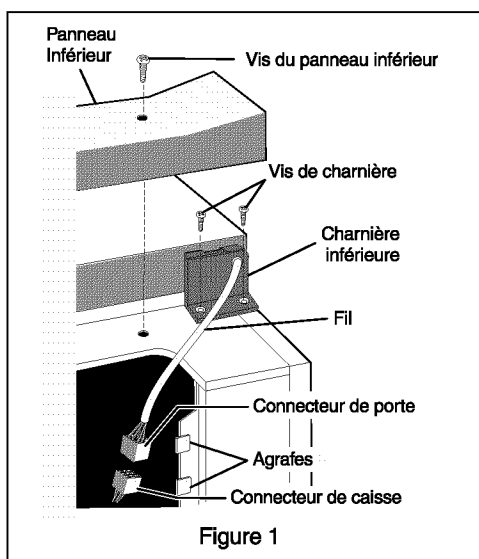

Figure 1
2. Enlever les deux vis du panneau inférieur et le panneau lui-même. Retirer le fil métallique des attaches en bas de la caisse (figure 1).
3. Pour débrancher le connecteur, retenir le connecteur de la caisse en place, puis sortir le connecteur de la porte (figure 1).
4. Retirer les vis de charnière inférieure (figure 1).
- **Sur les modèles droits** avec système de vidange de l'eau de dégivrage (Figure 1), enlever le bouchon de vidange au fond du congélateur en le tirant directement. Pour accéder au tuyau de vidange extérieur sur les modèles munis d'un panneau inférieur, vous devez au préalable retirer ce panneau inférieur fixé au congélateur par deux vis. Le tuyau de vidange est situé près du centre gauche sous le congélateur. Placez un récipient creux sous le tuyau de vidange. L'eau du dégivrage va s'y écouler. Vérifiez de temps à autre que l'eau ne déborde pas. Un demi-pouce adaptateur de tuyau de jardin peut être utilisé pour vidanger le congélateur directement dans un égout. Si votre modèle n'est pas équipé avec un adaptateur, celui peut être acheté à la plupart des magasins de matériel. Remettez le bouchon en place lorsque le dégivrage et le nettoyage sont terminés. Si le bouchon de vidange est resté ouvert, de l'air chaud peut entrer dans le congélateur.